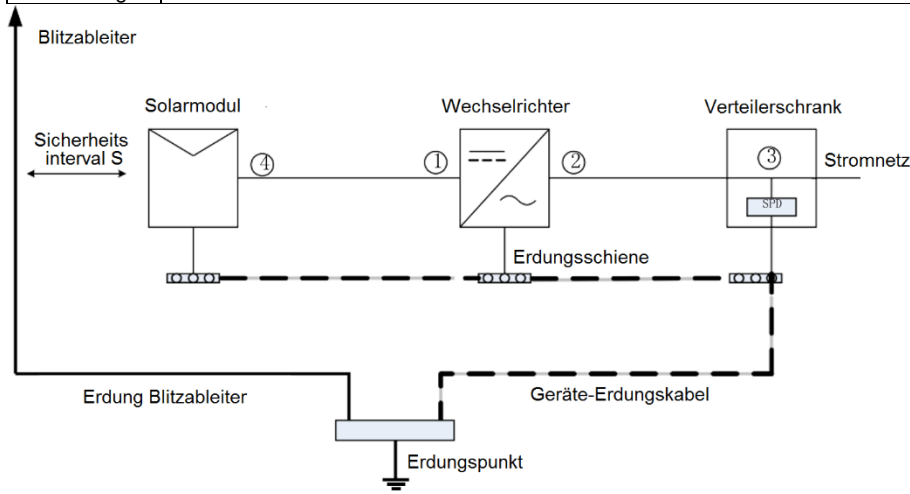

Abb. 6.11
Die Positionen ① und ③ der Abbildung 6.11 sollten mit Blitzableitungskomponenten ausgestattet werden. Im Allgemeinen wird empfohlen, an Position ① Typ II zu verwenden und an Position ③ Typ I.